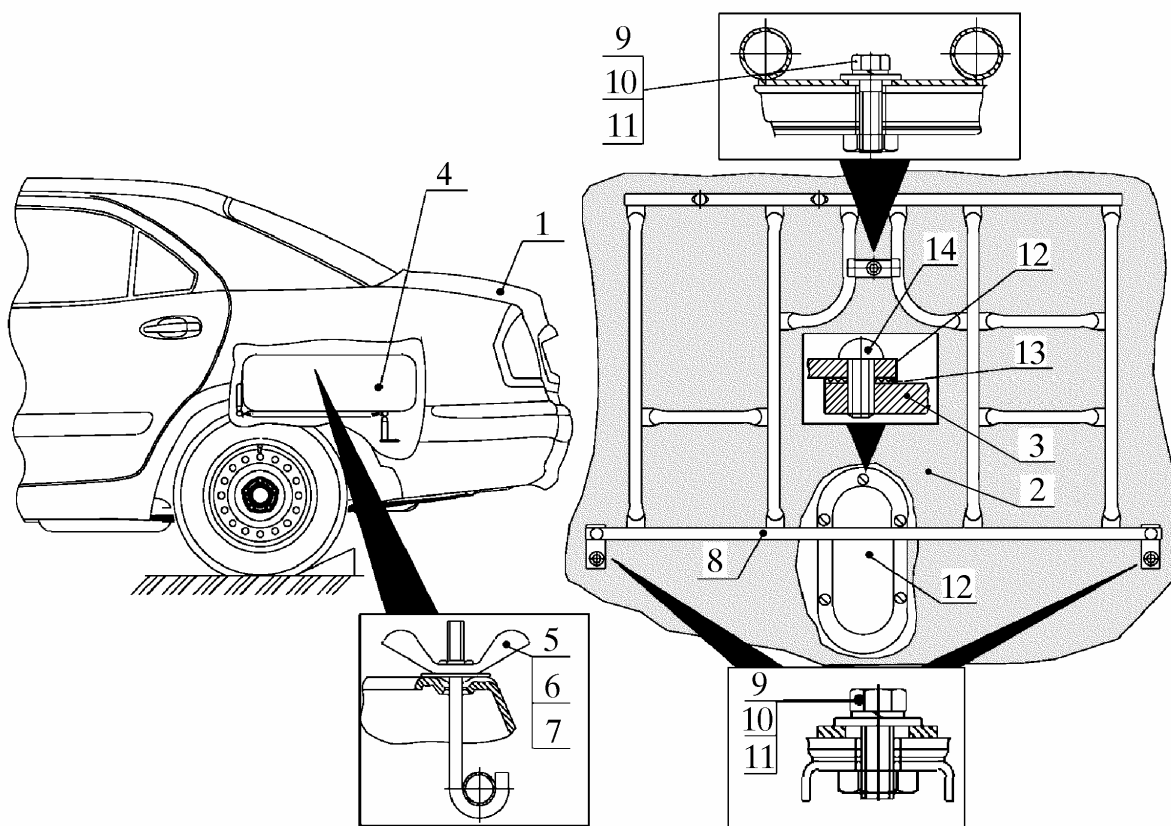

Рис. 4. Снятие запасного колеса, его держателя и крышки люка:
5.3. Открыть крышку 1 (рис. 4) багажника.